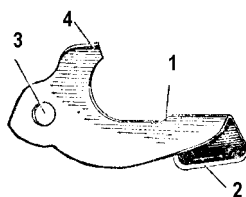

Рис. 31. Затворная задержка:
5. **Затворная задержка** (рис.31) служит для удержания затвора в заднем положении по израсходовании всех патронов из магазина.